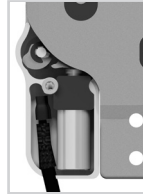

Fig. 25
- 3 Legg kabelen til løftemagneten (fig. 25).